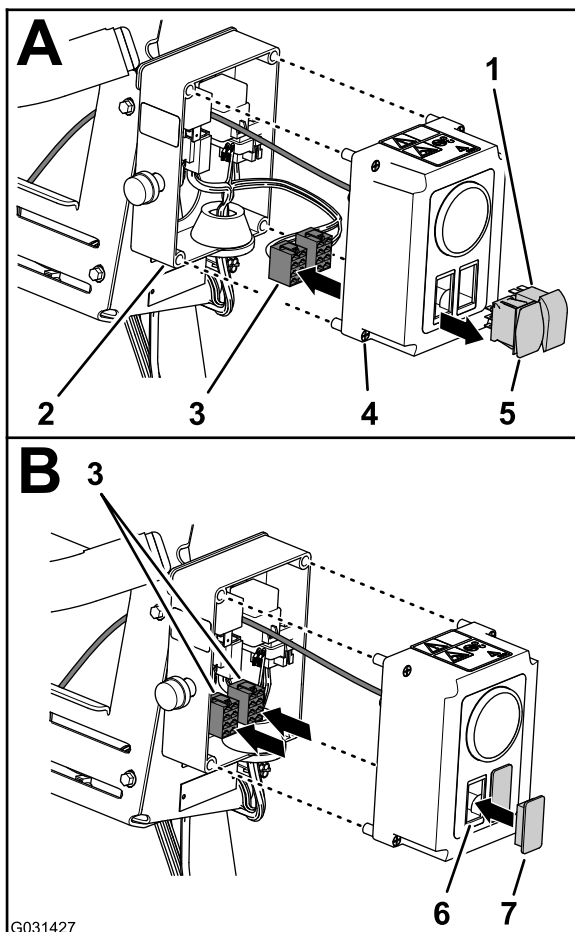
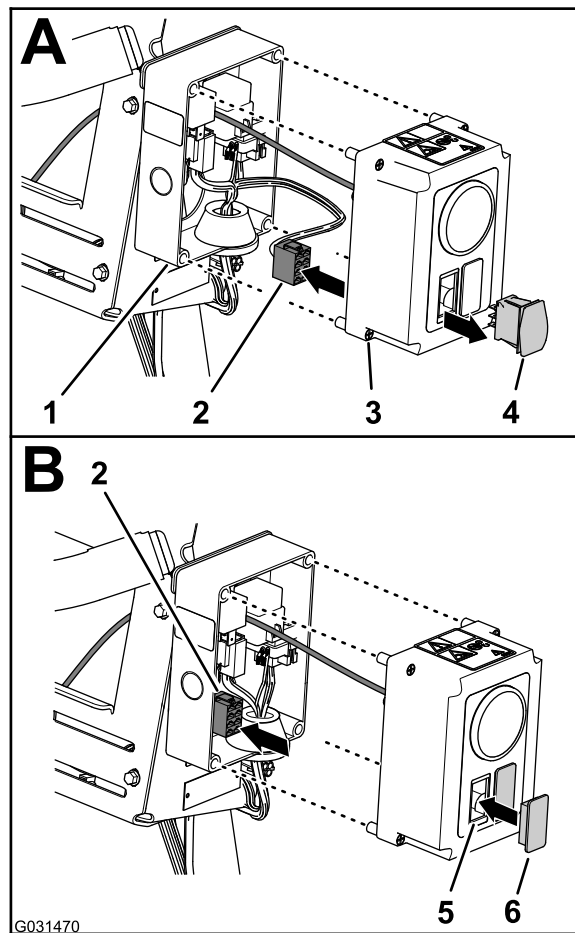

Figura 15
Figura 16
1. Nella scatola di comando per il kit avvolgitubo elettrico, allentate completamente le 4 viti che fissano il coperchio alla scatola di comando ed estraete con attenzione il coperchio (Figura 15).
- A. Scollegate i 2 connettori (8 prese) del cablaggio della scatola di comando dall'interruttore di comando della pressione e dall'interruttore di accensione-spegnimento (Figura 15).
- B. Disponete i 2 connettori (8 prese) all'interno della scatola di comando (Figura 15).
- C. Spremete le alette di bloccaggio dei 2 interruttori e premete gli interruttori fuori dal coperchio della scatola di comando (Figura 15).
- A. Scollegate i connettori a 8 prese del cablaggio della scatola di comando dall'interruttore di comando della pressione (Figura 16).
- B. Disponete il connettore a 8 prese all'interno della scatola di comando (Figura 16).
- C. Spremete le alette di bloccaggio dell'interruttore e premete l'interruttore fuori dal coperchio della scatola di comando (Figura 16).
3. Allineate il tappo (o i tappi) dell'interruttore sull'apertura (o sulle aperture) nel coperchio, dove avete rimosso gli interruttori (Figura 15 e Figura 16).
4. Inserite il tappo (o i tappi) dell'interruttore nel coperchio fino a quando il tappo (o i tappi) non scatta nel coperchio in modo sicuro (Figura 15 e Figura 16).
5. Allineate il coperchio sulla scatola di comando e fissate il coperchio alla scatola con le 4 viti del coperchio (Figura 15).